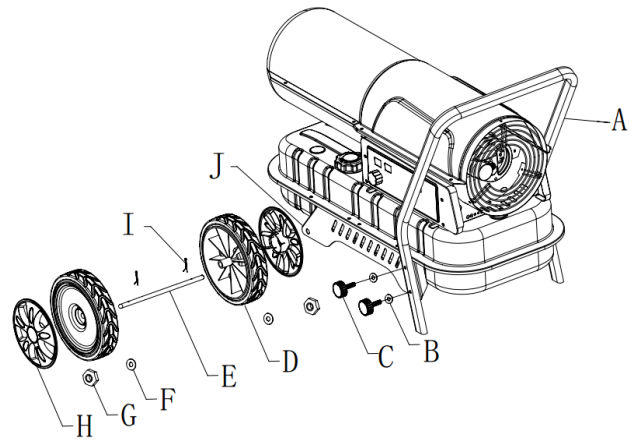

Fig.5-2: Montaje de DHG 30 y DHG 50
- Inserte el eje de la rueda (elemento E, Fig. 5-2) en el orificio correspondiente en la placa de montaje de la rueda (elemento j, Fig. 5-2).
- Inserte la chaveta (elemento I, Fig. 5-2) en los orificios correspondientes en el eje de la rueda.
- Coloque la arandela (elemento F, Fig. 5-2) en ambos lados del eje, deslice la rueda (elemento D, Fig. 5-2) sobre el eje de la rueda (elemento E, Fig. 5-2), atornille la tuerca (elemento G, Fig. 5-2) para fijar la rueda en el eje e instalar la cubierta de la rueda (elemento H, Fig. 5-2).
- Utilice el tornillo de sujeción (Artículo C, Fig. 5-2) y la arandela $\varnothing 6$ (Artículo B, Fig. 5-2) para insertar la manija (Artículo A, Fig. 5-2) en el orificio correspondiente del Monte el placa de montaje del volante (pos. J, Fig. 5-2).
- A Los que odian el cable (2)
- b Marco de tubo (1)
- mi Marco de tubo amortiguador (2)
- F Arandela M12 (2) Rueda
- GRAMO (2)
- h Pasador (2)
- I Eje de rueda (1)